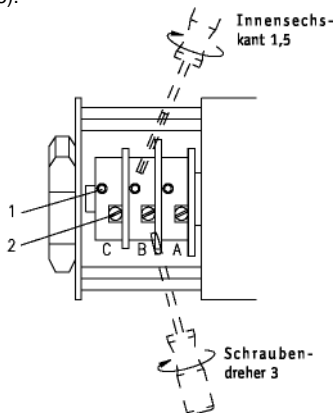

Abb. 8: Einstellung der Schaltnocken
- Pôr os cames rotativos (A, B, C) numa posição favorável a um ajuste de precisão: o parafuso sem cabeça (1) e a roda de dentes helicoidais (2) devem estar facilmente acessíveis.
- Proteger os cames contra torção apertando os parafusos sem cabeça (1).
- O ajuste de precisão do disco de cames é efectuado rodando o parafuso micrométrico (2) por meio da chave de fendas tamanho 3 (ver a fig. 8).